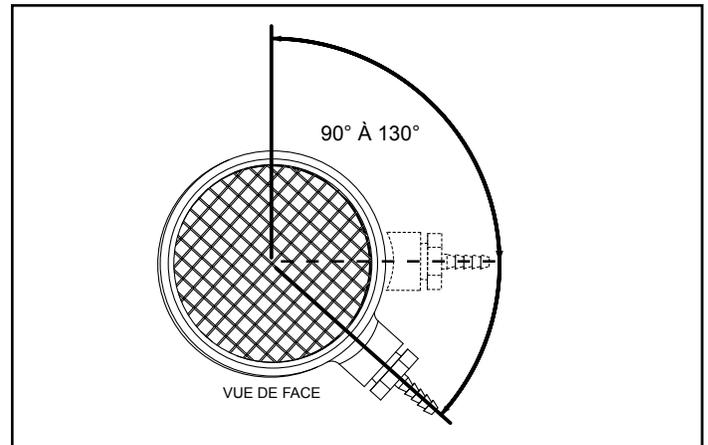

Figure 15. Orientation des raccords en té d'admission d'air
S'assurer que l'embout cannelé posé sur le té **N'EST PAS** dirigé vers le bas (180°, position 6 h 00) avant de commencer l'installation de l'évacuation. L'embout cannelé doit être orienté entre 90° et pas plus de 130°, comme illustré à la *Figure 15*. Si le raccord cannelé est tourné vers le bas, les condensats résiduels qui se forment occasionnellement dans le tuyau d'admission d'air peuvent s'écouler vers le contacteur d'admission d'air par le tube de mesure raccordé et endommager le contacteur. Cela peut également entraîner des défaillances du contacteur d'admission d'air et des verrouillages du système de commande associé.
Le té d'admission d'air est installé à l'usine avec la branche de 1/2 po et l'embout cannelé orientés vers la droite à environ 130° vis de face. Voir *Figure 15*. La branche de 1/2 po et l'embout cannelé du raccord en té ne devront pas être inclinés plus bas (vers le sol) que cette spécification d'usine. Une orientation plus élevée, jusqu'à une position de 90°, n'aura pas d'incidence négative sur le fonctionnement et est acceptable.
Contrôler l'angle de la branche de 1/2 po du raccord en té vu depuis l'avant du té. Voir *Figure 15*. Si l'angle de la branche de 1/2 po et de l'embout cannelé du raccord en té est au-delà de ce qui est prescrit, l'ajuster comme il se doit. Pour ajuster l'angle du raccord en té d'admission d'air, suivre les étapes indiquées ci-dessous.
- Ajuster l'angle du raccord en té de telle manière que la branche de 1/2 po et l'embout cannelé soient inclinés suivant l'angle approprié comme illustré à la *Figure 15*.